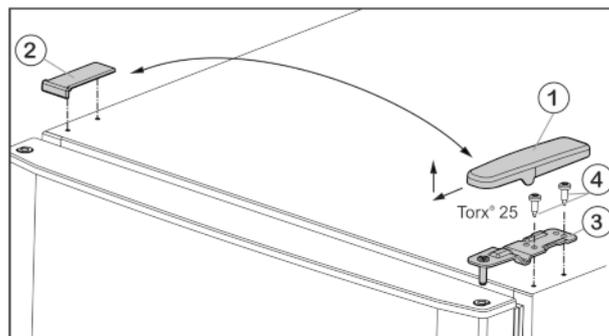

Fig. 6
- ▶ Kryt Fig. 6 (1) odoberte smerom dopredu a hore.
- ▶ Kryt Fig. 6 (2) nadvihnite.
- ▶ Hornú ložiskovú konzolu Fig. 6 (3) odsrutkujte (2 x Torx® 25) Fig. 6 (4) a odoberte smerom hore.
- ▶ Vrchnú ložiskovú konzolu Fig. 6 (3) nasadíte na novej strane závesu do dverí.
- ▶ Hornú ložiskovú konzolu **pevne (pomocou krútiaceho momentu 4 Nm)** priskrutkujete (2x Torx® 25) Fig. 6 (4). V prípade potreby použijete akumulátorový skrutkovač.
- ▶ Kryt Fig. 6 (1) nasadíte na opačnú stranu zvonka a zaklapnete.
- ▶ Kryt Fig. 6 (2) nasadíte vždy na opačnú stranu zhora a zaklapnete.